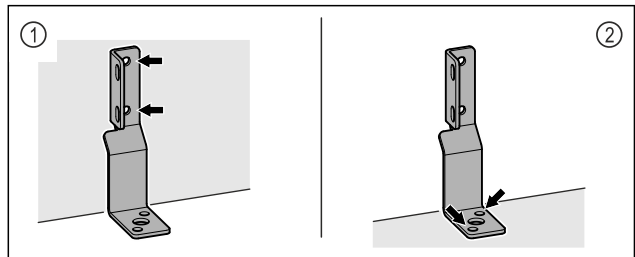

Fig. 6
- ▶ Fixer l'équerre au mur Fig. 6 (1) ou au sol Fig. 6 (2).